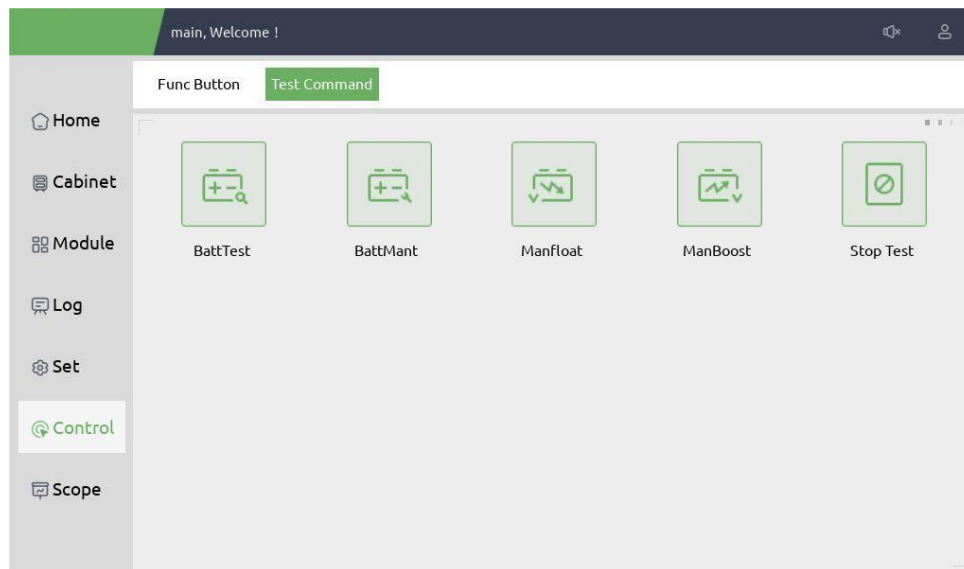

Рисунок 5-3. Техобслуживание аккумуляторов
- 1) Ручная проверка разрядкой. Открыть меню Control (Управление), как показано на рис. 5-3,